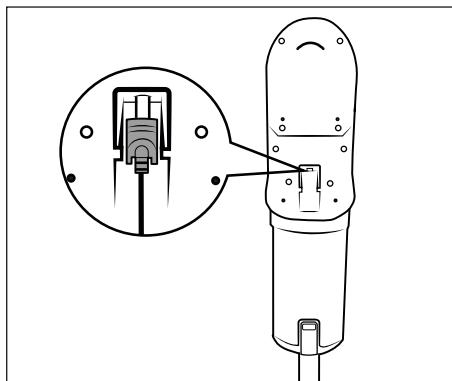

Abb. 8
- ▶ Der Staubsauger kann auch direkt über den Netzadapter 10 geladen werden. Entnehmen Sie dafür den Hohlstecker 11 durch eine leichte Drehung aus der Wandhalterung 18 und stecken Sie ihn in die Ladebuchse 3 am Gerät (siehe Abb. 8).